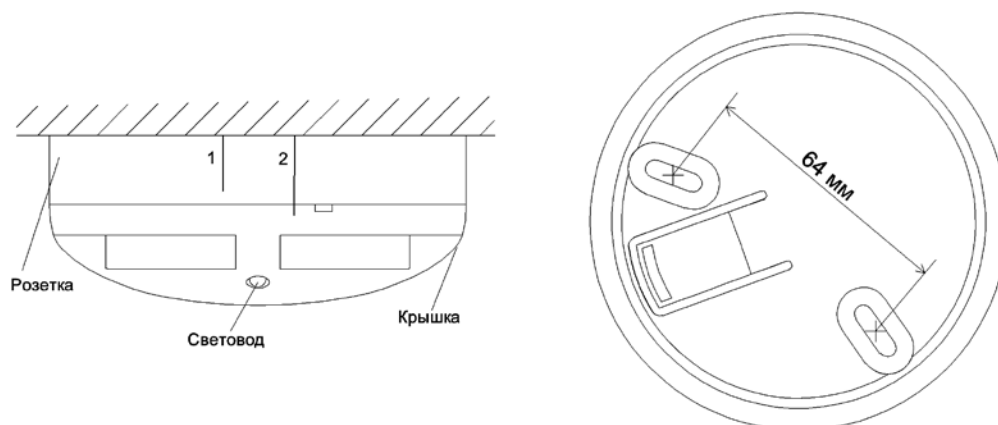

Рисунок 11.3
- При установке извещателя в розетку необходимо совместить риску на корпусе извещателя с «короткой рисккой 1» на розетке и повернуть его по часовой стрелке до совмещения с «длинной рисккой 2» (см. Рисунок 11.3).